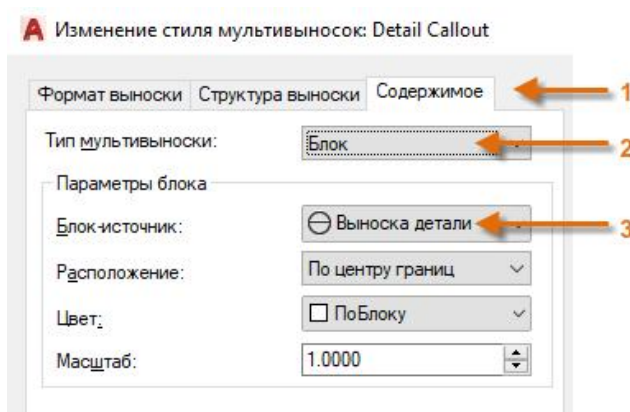

Рисунок 6.7 – Налаштування стилю виноски
У *Диспетчері стилів мультивиносок* натисніть *Створити* й оберіть описову назву для нового стилю виноски. Клацніть вкладку *Содержимое* (1), виберіть **Блок** (2), а потім – **Вывоска детали** (3) (рис. 6.7).